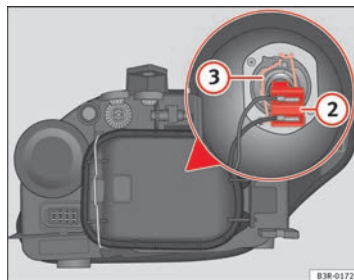

Fig. 211 Anabbaglianti
- Estrarre il connettore ⇒ fig. 211 ② della lampada tirandolo.
- Sganciare la molla di ritegno ⇒ fig. 211 ③ premendo verso l'interno e a destra.